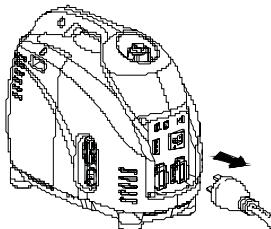

Рис. 21
- Выключите все подключенное оборудование (Рис. 21).